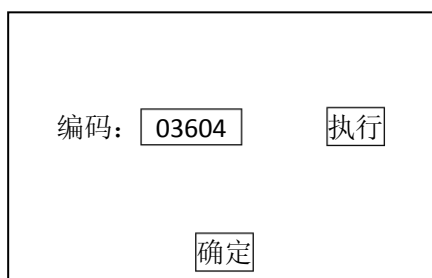

图 3-6
- 6) 输入防抱死刹车电脑编码(防抱死刹车编码可以从旧防抱死刹车电脑版本信息可得)如 03604，点击【执行】进行编码。如图 3-6；